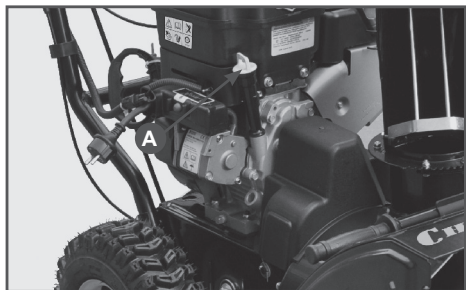

Рис.6 Заправка маслом нового двигателя
2. Снимите крышку/щуп маслозаливного отверстия (А) Рис.6.